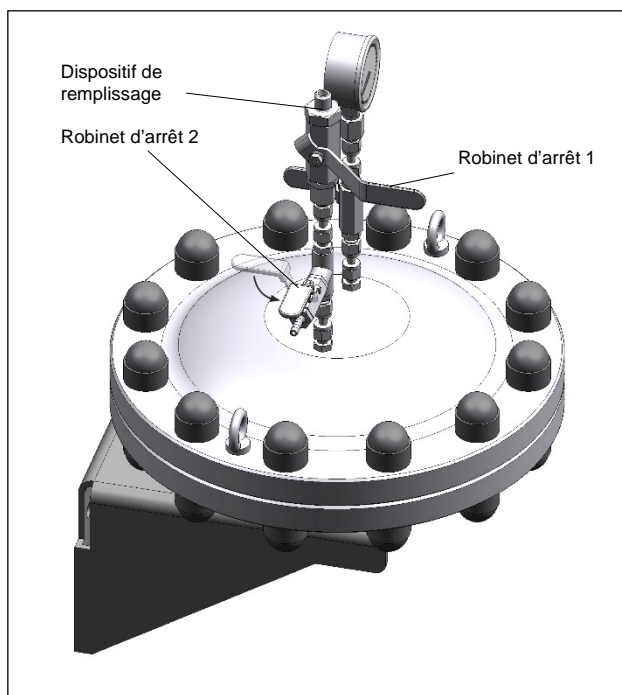

Fig. 21
- Dans le cas de la version en acier inoxydable, brancher l'arrivée de gaz puis ouvrir le robinet d'arrêt 1 (cf. fig. 21) pour faire le remplissage. Le robinet d'arrêt doit être immédiatement fermé une fois l'amortisseur de pulsations précomprimé. Le robinet d'arrêt 2 ne doit être tourné avec précaution que pour évacuer le gaz. Pendant le remplissage et le service, il doit toujours être fermé.